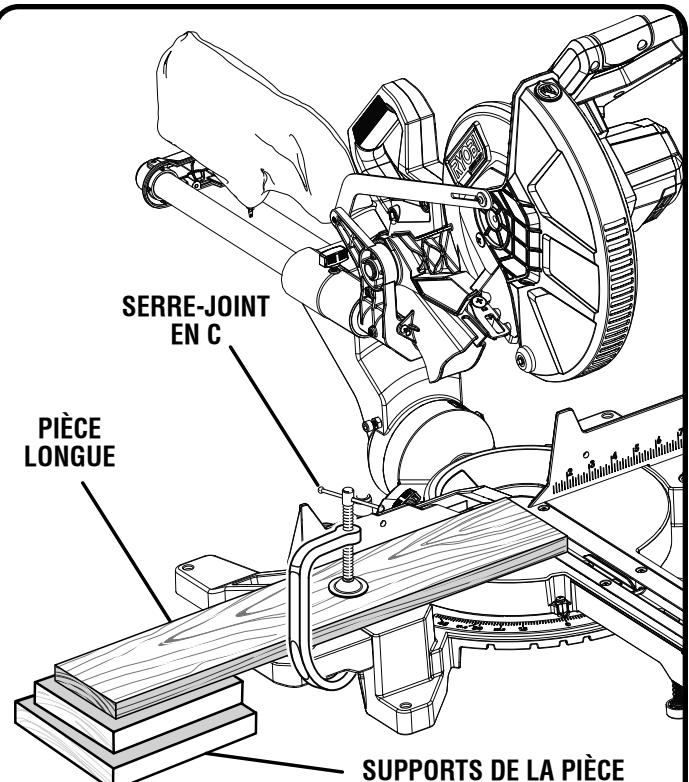

Fig. 35
- Lors de la coupe de planches ou de moulures longues, soutenir l'extrémité libre de la pièce avec un chevalet à rouleau ou un plan de travail se trouvant au même niveau que la scie. Voir la figure 35.
- rouleau ou un plan de travail se trouvant au même niveau que la scie. Voir la figure 35.
- Lors de la coupe de longues pièces ou moulures, retenez l'extrémité opposée de la pièce avec un support à rouleau ou une surface de travail de niveau avec la table de la scie. *Voir la figure 35.*
Voir la figure 35.
- Lors de la coupe de planches ou de moulures longues, soutenir l'extrémité libre de la pièce avec un chevalet à rouleau ou un plan de travail se trouvant au même niveau que la scie. *Voir la figure 35.*